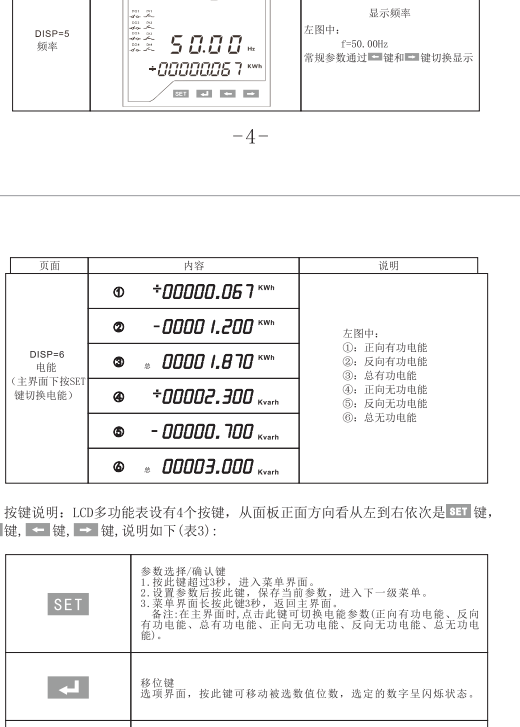

图5: 检测控制部分原理图; 仅供参考, 如有改动, 恕不另行通知!
4.1 三相6kVA~30kVA高精度全自动交流稳压器检测控制部分原理图见图5。